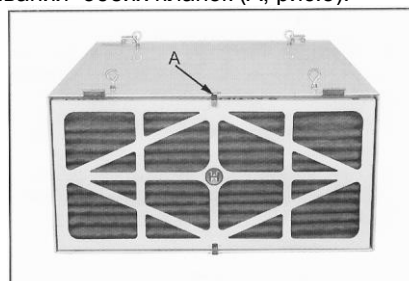

Рис.5
**Наружный фильтр** может быть удален после откидывания обеих планок (А, рис.5).